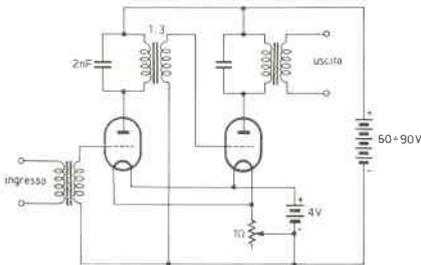

figura 1
Infatti, a parte le distorsioni, negli amplificatori così realizzati (figura 1) si aveva un guadagno poco stabile e siccome in un collegamento telefonico i vari amplificatori sono in serie (il guadagno di ciascuno compensa l'attenuazione di un tratto di linea) il guadagno totale, prodotto dei vari guadagni, lo era ancor meno. Sicché l'utente del servizio telefonico o non sentiva quasi niente oppure sentiva un baccano d'inferno. L'idea della contoreazione fu quella che risolse il problema, permettendo di realizzare amplificatori a bassa distorsione e soprattutto con guadagno molto stabile, pur utilizzando i rudimentali dispositivi elettronici del tempo.
* Nota storica: il « triodo », rappresentato come elemento attivo nel circuito in figura 1, è un dispositivo elettronico, racchiuso in un grosso involucro in cui si è fatto il vuoto, a cinque terminali. Due di questi servono ad alimentare un filamento che riscalda l'elettrodo emettitore di elettroni (catodo) con una potenza tra uno e dieci watt circa.